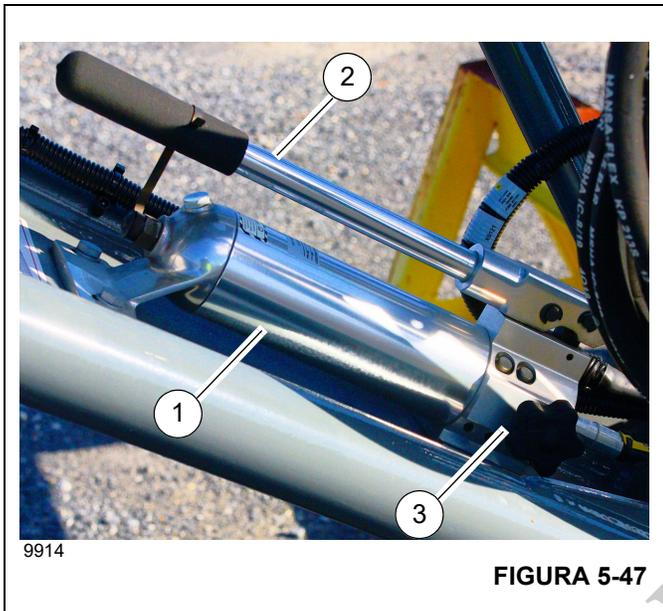

FIGURA 5-47
18. Instale cuatro pasadores (5, Figura 5-40) y pinzas de retención (6) para asegurar la extensión de la pluma a la punta de la pluma. Si es necesario, retire las barras de cuerda de malacate superiores (7) e inferiores (8) y las pinzas de retención (9) para instalar los pasadores (5). Utilice el gato (1, Figura 5-47), según sea necesario, para instalar el cuarto pasador de la siguiente manera: